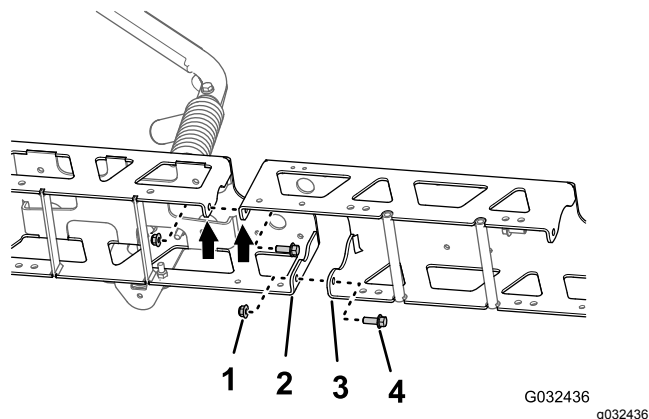

Figura 52
2. Montate senza serrare l'estensione della barra centrale sul telaio della trave (Figura 52) con i 2 bulloni a testa flangiata (3/8" x 1") e i 2 dadi di bloccaggio flangiati (3/8") che avete rimosso al passaggio 1 di Separazione delle travi della sezione di irrorazione centrale (pagina 26).
3. Allineate i fori nelle flange verticali dell'estensione della barra centrale con i fori dell'altro telaio della trave (Figura 52).
4. Montate senza serrare l'estensione della barra centrale sull'altro telaio della trave (Figura 52) con i 2 bulloni a testa flangiata (3/8" x 1") e i 2 dadi di bloccaggio flangiati (3/8") del kit di finitura dell'impianto di irrorazione GeoLink (Figura 52).
1. Allineate i fori nelle flange verticali dell'estensione della barra centrale con i fori del telaio della trave (Figura 52).